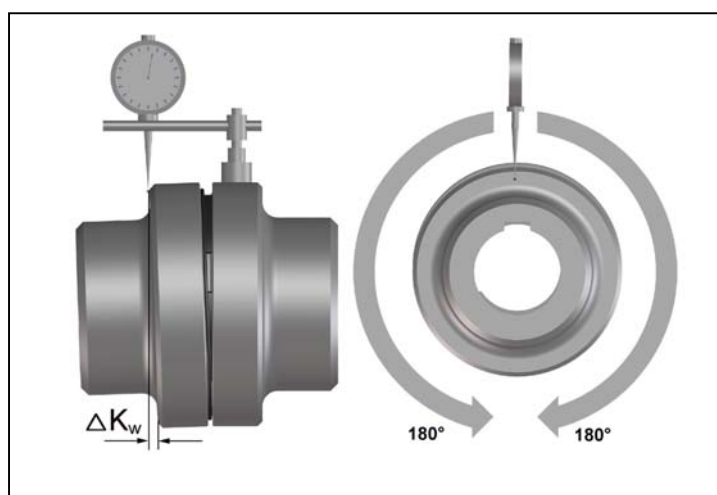

Fig. 6
- Mesurer sur le côté sur un tour complet (360°) au niveau du diamètre extérieur. Ce faisant, déterminer la déviation la plus grande ΔK_{w1} et la déviation la plus petite ΔK_{w2} (Fig. 6).